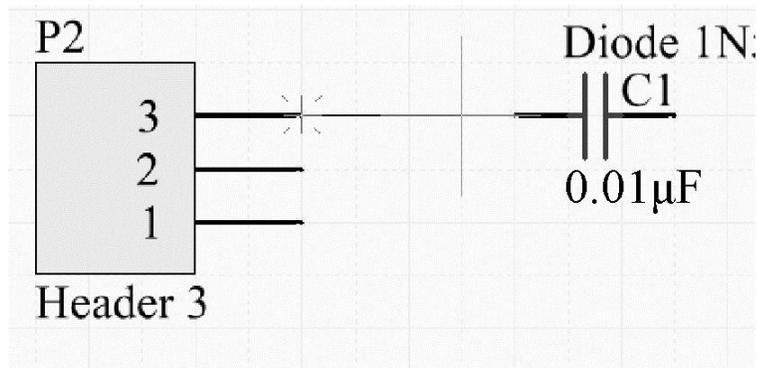

图3-16 导线连接图示
- 1) 将鼠标指针移动至所绘制导线的起点，即Header 3的第3脚，如图3-16所示，出现一个红色的“×”，单击确定导线起点，移动鼠标指针到C1的1脚，又出现一个红色的“×”，单击，连接成功。